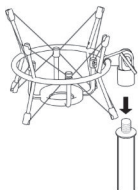

рис. 4
1. Навинтите микрофонный амортизатор АМ-60/27 (Октава) на прочную, устойчивую стойку (рис. 4).